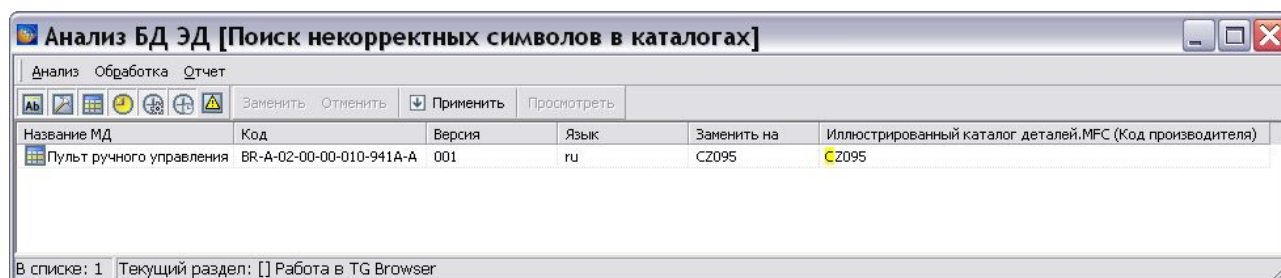

Рис. 8.229
6. После ввода параметров поиска нажмите на кнопку **Применить**. В окне **Анализ БД ЭД** появятся результаты анализа (Рис. 8.229).